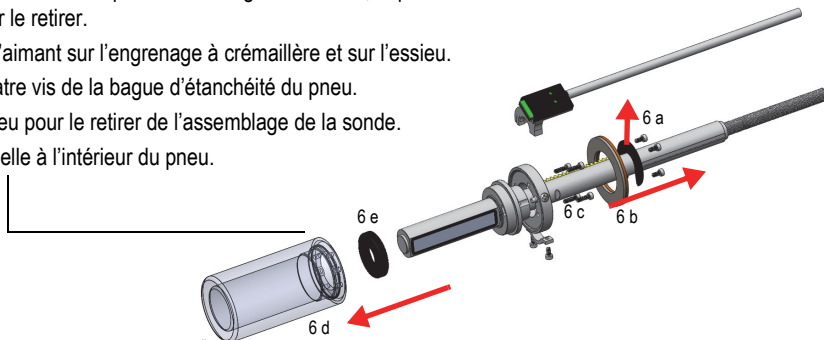

Figure 4-1 Étapes de retrait
- Les étapes de retrait sont indiquées sur la Figure 4-1 à la page 30.